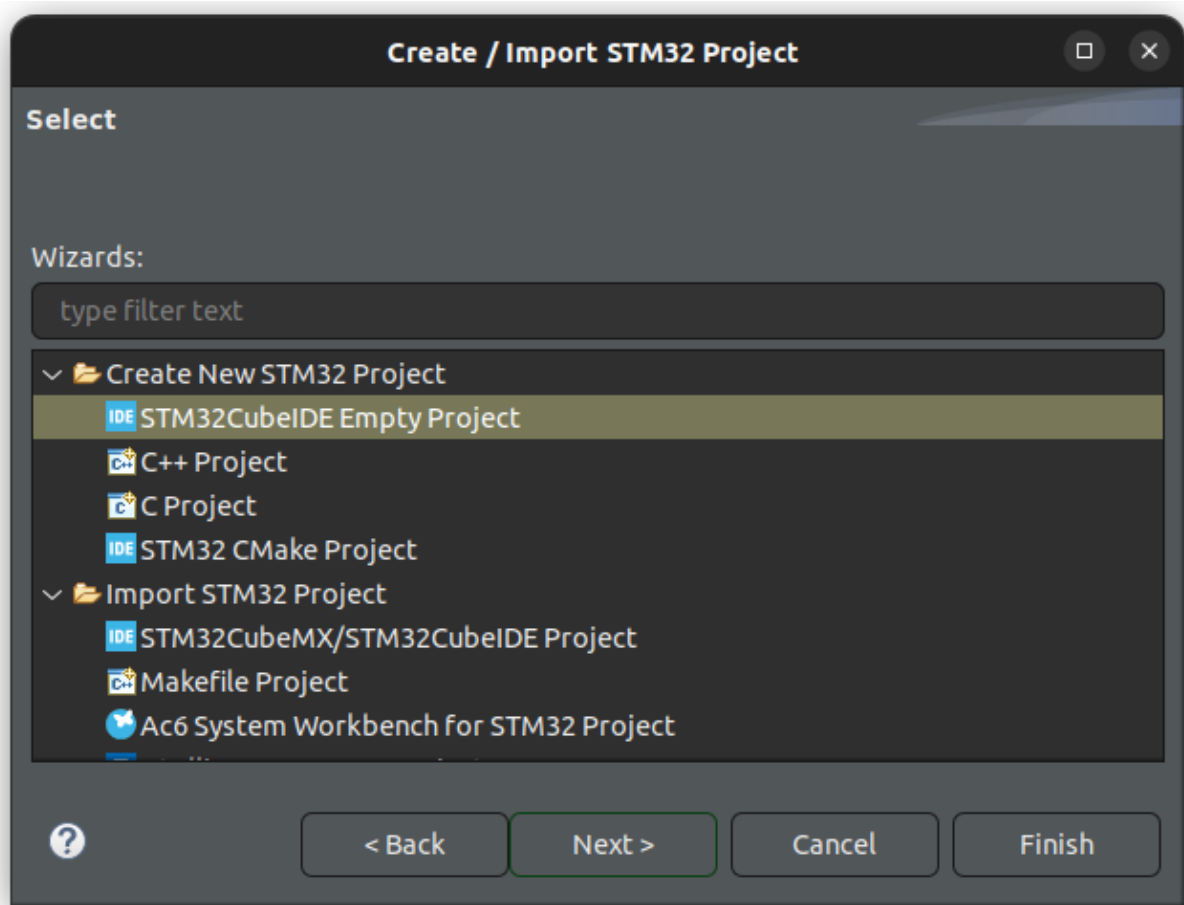

Figura 7: Creación de proyecto
3. Seleccionamos **STM32CubeIDE Empty Project** (Figura 7)